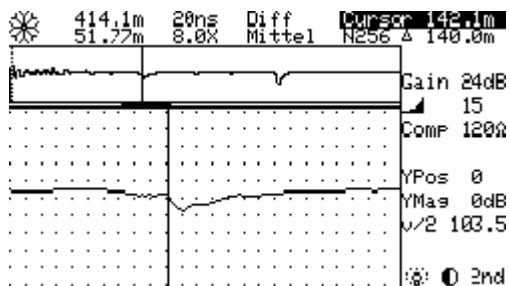

Fig 6 Display
- (9) Bruk markøren til å bevege seksjonsmerket (sort stolpe mellom de to visningene) slik at refleksjonen du ønsker å studere er lokalisert ovenfor denne stolpen. Benytt deretter den dreibare bryteren til å bevege markøren i den nedre vinduet for å plassere markøren i startpunktet der kurven til feilen lokaliseres (se Fig 6).
- (10) Distansen til feilen kan nå leses av direkte. Denne verdien kan indikeres i meter, fot eller nanosekunder avhengig av innstillingene i menyen, Units. Ekkogrammet kan lagres i minnet som dokumentasjon.
- (11) Press $\textcircled{1}$ for å slå **Kabellux[®] 7T** av etter en test har blitt gjennomført.